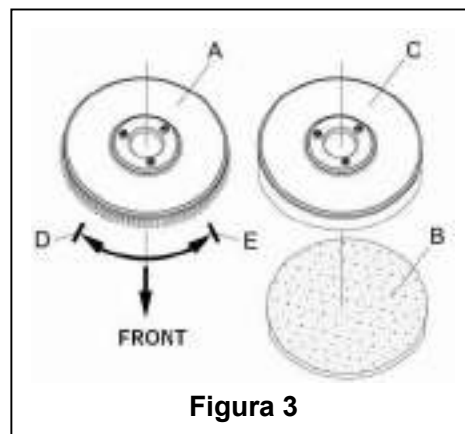

Figura 3
Conforme al tipo de suelo a limpiar, la máquina puede ser instalada con el cepillo (Figure3, A), o el panel de la almohadilla (Figura 3, B y C).
1. (Sólo aplicable a los modelos **AS430C** y **AS510C**): asegúrese de que el cable(9) estando desconectadas la fuente de alimentación y el interruptor (38) se encuentran en posición (O) de desconectados.
2. Presione el manillar (2) hacia abajo para levantar el cuerpo del tanque (26).
3. Coloque el cepillo (A) o el panel de la almohadilla (B – C) debajo del estuche.
4. Use el manillar (2) para bajar el cuerpo del tanque (26) hasta que entre en contacto con el cepillo o el panel de la almohadilla.
5. Para instalar el cepillo/el panel de la almohadilla automáticamente, gire el interruptor de encendido (38) a la posición "I" y presione el interruptor de seguridad (1) hacia abajo. Empuje suavemente la máquina hacia delante para permitir que la rueda de correa en la parte inferior del cuerpo del tanque se alinee con el cepillo o el panel de la almohadilla que se puede instalar a continuación. Luego libere el interruptor de seguridad. Si hace falta, repita los procedimientos hasta que el cepillo/el panel de la almohadilla estén montados.
6. Si el paso 5 le resulta difícil, use el método manual siguiendo la punta de flecha (D) para instalar el cepillo/el panel de la almohadilla (como indica la **Figura 3**).
7. Para descargar el cepillo/el panel de la almohadilla automáticamente, gire el interruptor de encendido (38) a la posición "O". Sujete el manillar con la mano y presione la máquina hacia abajo hasta que la rueda de guía toque el suelo y el cepillo/el panel de la almohadilla quede colgando en el aire. Gire el interruptor de encendido (38) a la posición "I" y presione el interruptor de seguridad para que el cepillo/el panel de la almohadilla caigan al suelo.
8. Si el paso 5 le resulta difícil, use el método manual que consiste en girar el cepillo/el panel de la almohadilla en la dirección opuesta a la normal y éste quedará desmontado. (como indica la **Figura 3**).